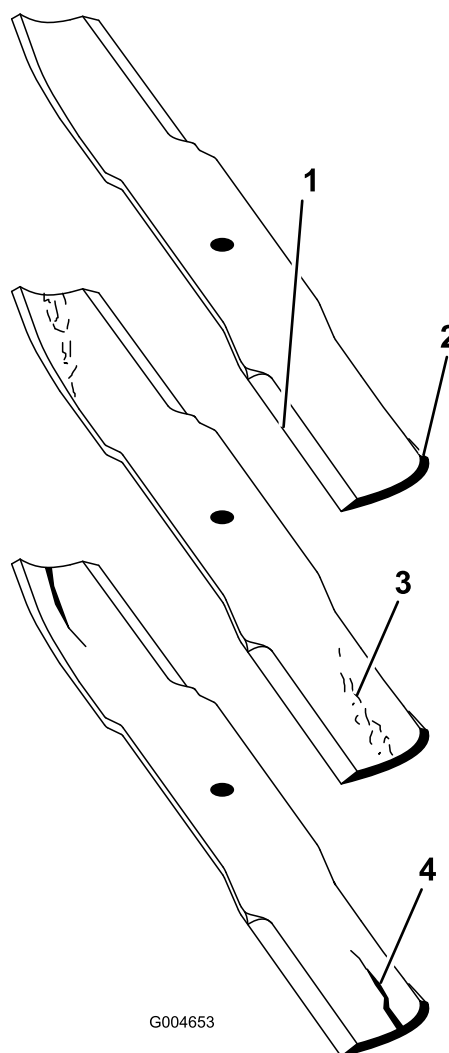

Figure 113
2. Examinez attentivement les tranchants de la lame, particulièrement au point de rencontre de la partie plane et de l'aillette (Figure 113). Le sable et les matières abrasives peuvent éroder le métal à cet endroit, c'est pourquoi il est important de contrôler l'état de la lame avant d'utiliser la tondeuse. Remplacez la lame si elle vous semble usée (Figure 113).